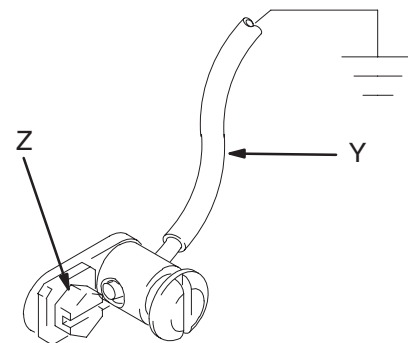

Abb. 1
1. *King-Pumpe*: Erdungskabel und Klammer verwenden. Siehe Abb. 1. Erdungsschraube (Z) entfernen und durch die Öse des Kabelschuhs am Ende des Erdungskabels (Y) einfügen. Erdungsschraube wieder auf der Pumpe befestigen und sicher anziehen. Das andere Ende des Kabels mit einer guten Erde verbinden. Zu bestellen: Erdungskabel und Klammer, Teile-Nr. 222011.